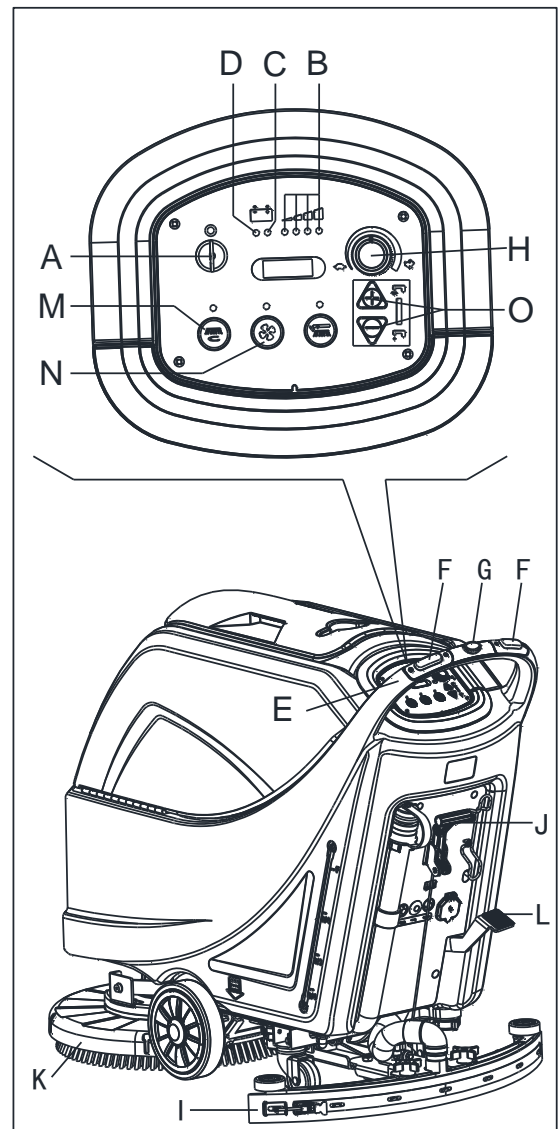

Рисунок 8
2. Вставьте ключ зажигания (А, Рисунок 8) и поверните на "I". Убедитесь, что зеленый предупредительный световой сигнал (В) включен (заряженная батарея). Если включился желтый (С) или красный предупредительный световой сигнал (D), поверните ключ зажигания обратно на "0" и зарядите батареи (смотрите процедуру в главе Обслуживание).
- Толкая ее руками на рукоятке (Е) и нажимая на переключатель (F) для движения вперед, или нажимая на переключатель (F) вместе с переключателем (G) для движения назад (только для машин с тяговым усилением). Передняя скорость может регулироваться при помощи регулировки (H).
4. Опустите швабру (I) при помощи рычага (J).
5. Опустите настил щетки/штатива подкладки (K), подняв педаль (L). (только для дисковой машины)
6. Нажмите переключатель щетки/штатива подкладки (M) и вакуумный системный переключатель (N).
7. Нажмите на контрольные переключатели подачи воды (O) как это необходимо, в зависимости от типа уборки.
- (только для машин без тягового усиления) толкая машину руками на рукоятке (Е) и нажимая на переключатель (F).
- (только для машин с тяговым усилением) толкая машину руками на рукоятке (E) и нажимая на переключатель (F). При необходимости передняя скорость может регулироваться при помощи регулировки (H).
1. Опустите вниз настил держателя щетки нажатием переключателя держателя щетки (M Рисунок 8)
2. Удерживая обе руки на рукоятке, нажмите переключатель безопасности (F, Рисунок 8), а затем маневрируйте машиной и начните чистку скребком/сушкой пола.